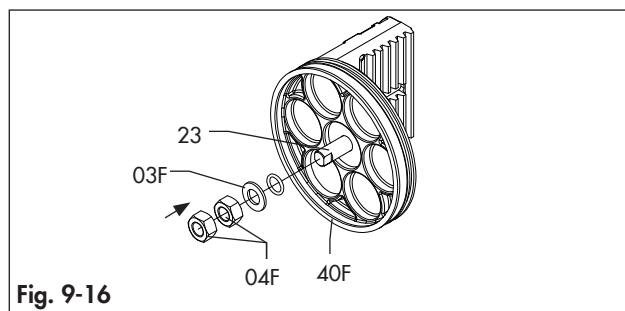

Fig. 9-16
- fixer les vis de butée (221G/222G/24) dans les flasques (30R/30E) comme indiqué sur la figure 9-16.